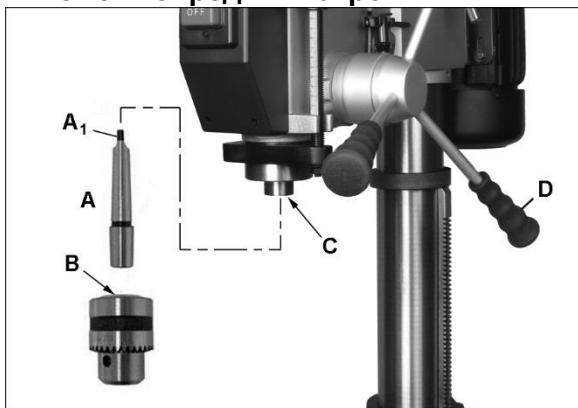

Рис. 6-2: установка патрона и оправки
- 1 Установите 3 рукоятки подачи в муфту штурвала (D, Рис. 6-2).
17. Тщательно очистите оправку (A, Рис. 6-2), патрон (B) и шпиндель (C). Наличие